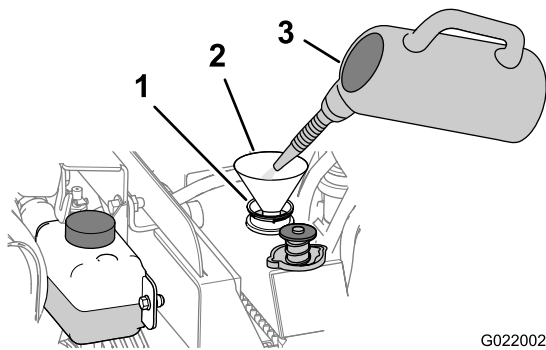

Figura 79
- C. Aggiungete una soluzione detergente per impianti di raffreddamento al radiatore attraverso il collo del bocchettone di riempimento (Figura 79).